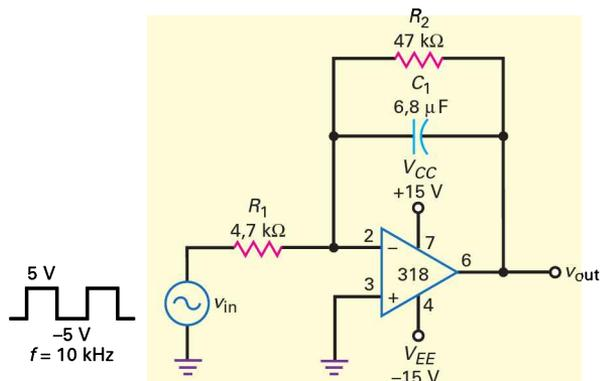

Figure 20.52
- 20.20 Quelle est la tension de sortie dans la figure 20.52 ?
- 20.21 Si la capacité dans la figure 20.52 passe à $0,068 \mu\text{F}$, que vaut la tension de sortie ?
- 20.22 Dans la figure 20.52, que devient la tension de sortie si la fréquence passe à 5 kHz ? À 20 kHz ?